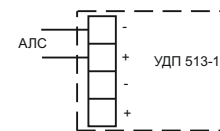

Рисунок 3
6.10 Подключить провода АЛС к клеммным соединителям (положительный провод АЛС – к клеммным соединителям с маркировкой «+», отрицательный – к клеммным соединителям с маркировкой «-») (Рисунок 3). УДП подключается к прибору при помощи двухпроводной АЛС с номинальным сечением проводов от 0,35 до 1,5 мм².